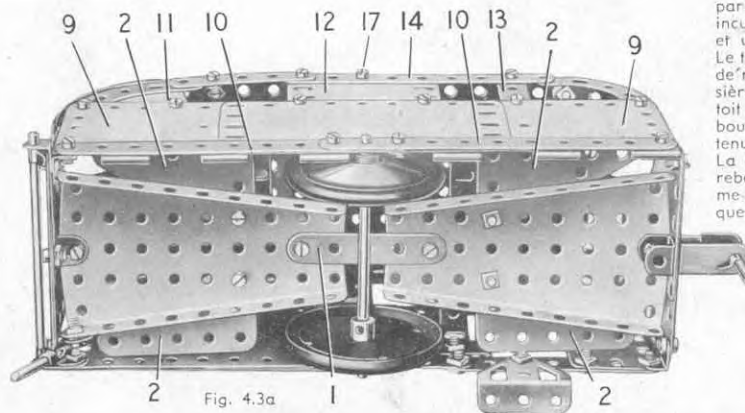

Fig. 4.3a
Deux plaques flexibles triangulaires de 6×4 cm. (2) sont boulonnées sur chaque plaque-secteur. Le côté du modèle qui apparaît sur la vue générale est constitué par une plaque flexible de 14×6 cm. et une de $11,5 \times 6$ cm. qui se recouvrent sur 7 trous, ainsi que par une plaque flexible de 6×4 cm. Les plaques sont boulonnées sur deux bandes de 11 trous (3) qui se recouvrent sur trois trous. Le bord supérieur de ce côté est constitué par une bande de 11 trous (4) prolongée par une bande de 5 trous qui la recouvre sur trois trous; la bande ainsi obtenue est reliée aux plaques flexibles de chaque extrémité par une bande incurvée épaulée. Les châssis des fenêtres sont constitués par une bande de 5 trous (5), une bande coudée de 60×12 mm. (6), une plaque à rebords de 38×63 mm. (7) et une plaque semi-circulaire (8). Sur un côté de la porte, une rampe est formée d'une tringle de 5 cm. tenue dans des raccords de tringle et bande à angle droit. Le côté qui apparaît sur la figure 4.3a est constitué par les deux moitiés (9) d'une plaque à charnière boulonnées sur une plaque flexible de $11,5 \times 6$ cm. et sur deux bandes de 11 trous (10) qui se recouvrent sur trois trous. Les châssis des fenêtres sont constitués par une plaque semi-circulaire (11), une plaque flexible de 6×6 cm. (12) et une bande coudée de 60×12 mm. (13). Le rebord supérieur du toit est une bande (14) composée d'une bande de 11 trous et d'une de 5 trous qui se recouvrent sur trois trous; les extrémités sont des bandes incurvées épaulées. Les côtés sont réunis à chaque extrémité par une bande de 7 trous (15) fixée sur des équerres. Une extrémité consiste en une plaque flexible de 6×6 cm. et une de 6×4 cm. et l'autre en deux plaques flexibles de 6×6 cm. Les fenêtres des extrémités incurvées sont formées par des bandes cintrées à glissières boulonnées sur les plaques flexibles; chaque bande cintrée est prolongée par une bande de 5 trous boulonnée sur une bande de 11 trous (16). Les bandes (16) sont fixées aux côtés par des équerres renversées tenues par les boulons (17). Le montant central de la fenêtre incurvée est une bande de 5 trous à une extrémité et une bande coudée de 60×12 mm. à l'autre. Le toit consiste en deux plaques cintrées de 43 mm. de rayon (18) fixées sur les bandes cintrées à glissières par des supports plats. La partie centrale du toit est une plaque à rebords de 14×6 cm. qui est boulonnée sur les rebords des équerres renversées tenues par les boulons (17).
La carrosserie est fixée sur les plaques-secteur à rebords par une équerre et un support double comme le montre la figure 4.3a. Le dispositif de remorque est une chape munie d'une tringle de 5 cm. qui sert également de support à une des extrémités de la caravane. À l'autre extrémité, le support est une tringle de 2,5 cm. tenue dans un raccord de tringle et bande boulonné par contre-écrous sur l'une des plaques-secteur à rebords.